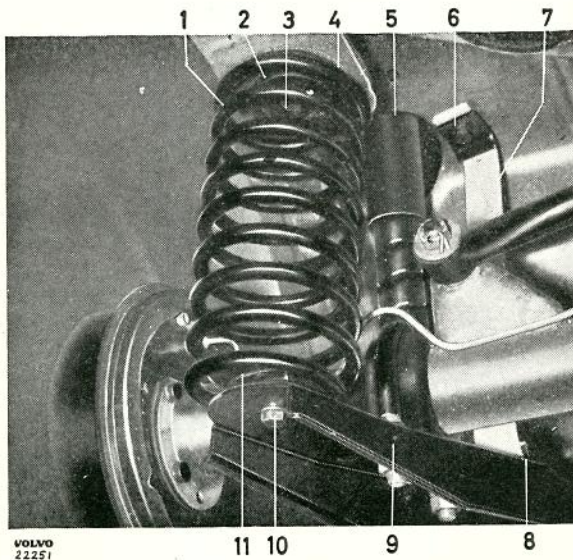

Bild 5. Bakfjäder monterad, PV 544
3. Lossa stötdämparen (5, bild 5) vid dess fäste i bakaxelkåpan.
4. Lossa stötdämparbandet (7) vid dess fäste (8) i bärarmen.
2. Hög bakaxelkåpan med domkraften och skruva fast fjädern vid bärramen. Montera därefter stötdämparbandet (7 bild 5) vid bärramen.
3. Sätt fast stötdämparen (5) vid bakaxelkåpan.